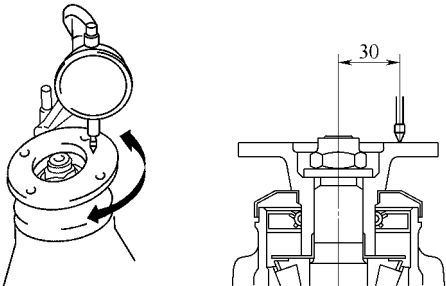

图 14-132 检查结合法兰的径向圆跳动
(1) 测量结合法兰的径向圆跳动，如图 14-132 所示。